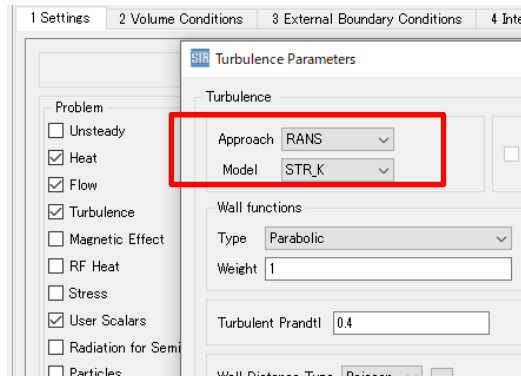

図 5. 乱流モデル設定画面
- 新しい乱流モデル (STR-K for RANS) の追加 (図 5)